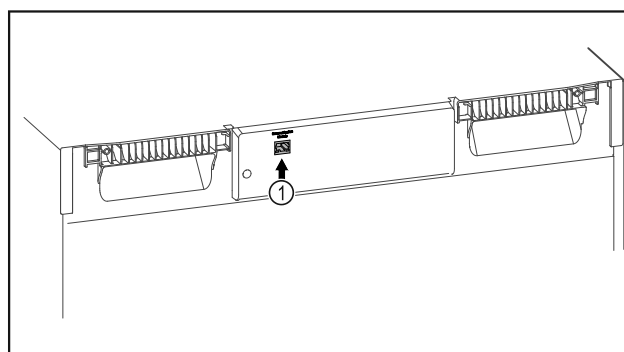

Fig. 79
- Założono SmartModule Fig. 79 (1).